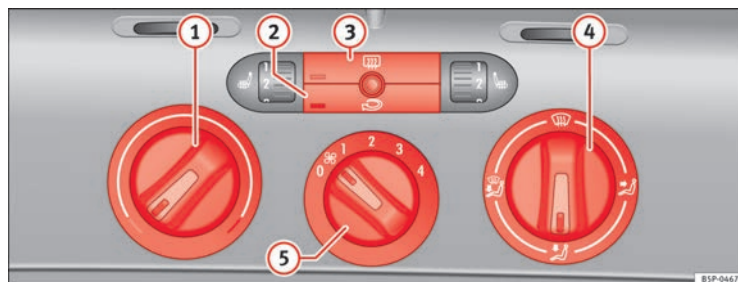

Fig. 124 Sul cruscotto: i comandi del riscaldamento
- Le manopole ⇒ fig. 124 ① e ④ e la manopola ⑤ servono rispettivamente a impostare la temperatura desiderata, a indirizzare il flusso d'aria e a selezionare il livello di potenza della ventola.
- Per attivare o disattivare una funzione bisogna premere il tasto corrispondente ② o ③. Quando la funzione è attiva, la spia situata nell'angolo in basso a sinistra del tasto si illumina.